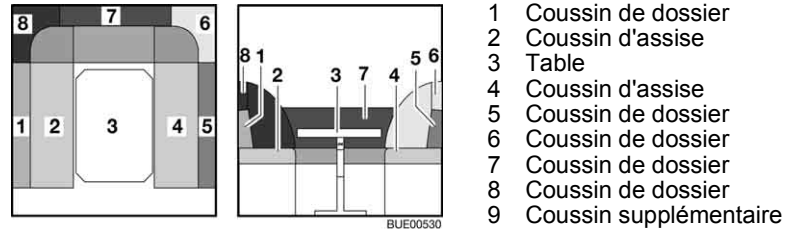

Fig. 91 Avant la transformation
- Convertir la table (Fig. 91,3) en sommier de lit (voir paragraphe 6.11).